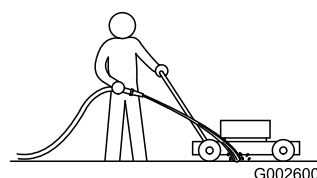

Figure 48
1. Mettez le moteur en marche lorsque la tondeuse se trouve sur une surface revêtue plane et dirigez un jet d'eau devant la roue arrière **droite** (Figure 48).